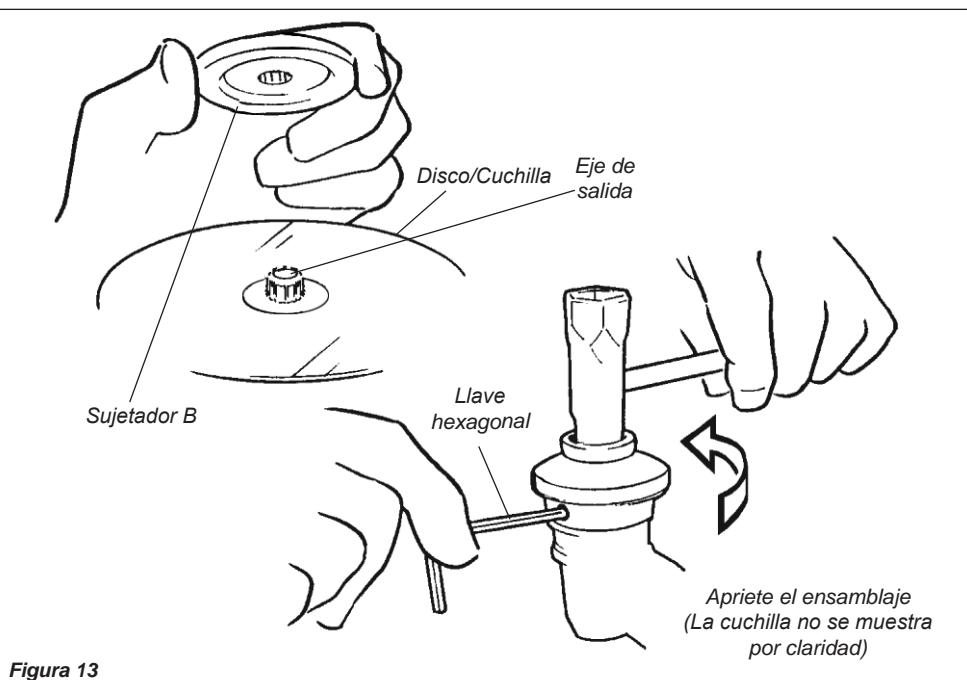

Figura 13
3. Instale el sujetador B en el eje de salida. Consulte la figura 13.